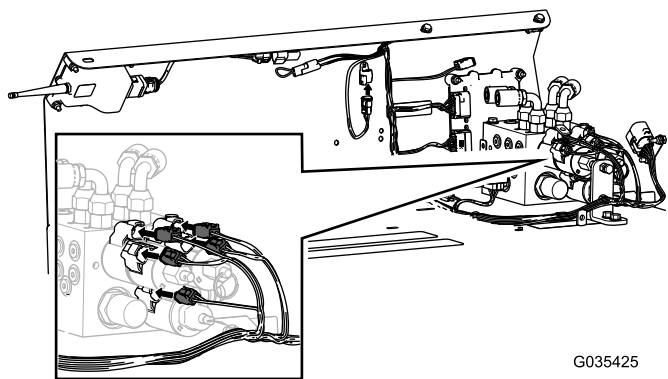
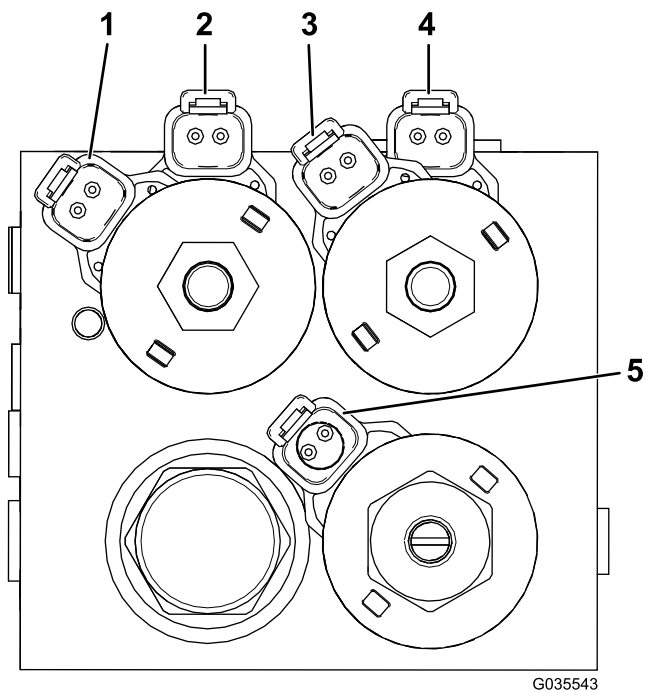

Figure 16
Figure 17
8. Branchez les 5 connecteurs de faisceau aux emplacements appropriés sur le bloc hydraulique ; voir Figure 16 et Figure 17.